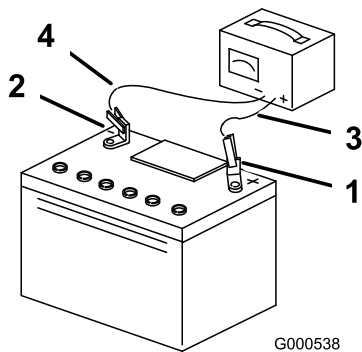

Figura 42
3. Quando a bateria estiver totalmente carregada, desligue o carregador da tomada elétrica e em seguida desligue os cabos do carregador dos bornes da bateria (Figura 42).